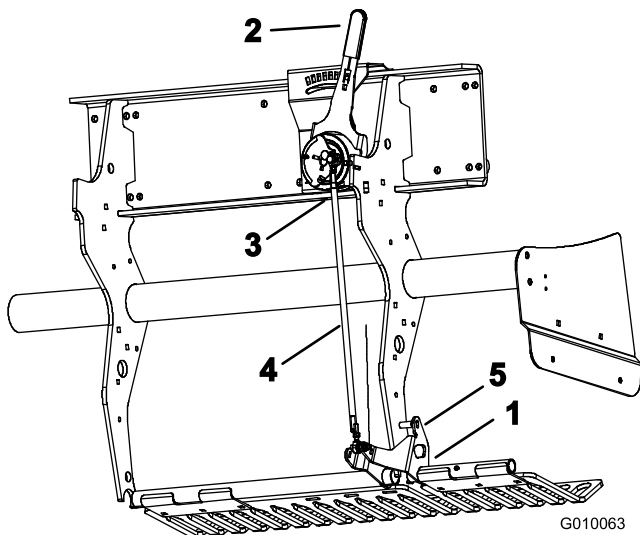

Figura 58
1. Gire el soporte de montaje izquierdo del protector de césped (Figura 58) hacia arriba hasta que pueda introducir un pasador (broca o tornillo de caperuza de 5/16) entre el soporte y el tubo de ajuste de profundidad soldado al bastidor.
2. Mueva la palanca de seguimiento del terreno (Figura 58) al ajuste H (mayor profundidad).
3. Desconecte el interruptor de bola externo (Figura 58) del arnés de cables (interruptor de cabezal bajado).
4. Afloje las contratueras (izquierda y derecha) del tirante de ajuste de profundidad (Figura 58).